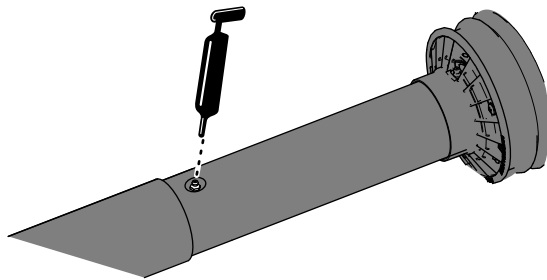

**Bild 9**
- Bringen Sie die Zapfwelle auf die Antriebswellenablage der Schlauchführung (Bild 9).